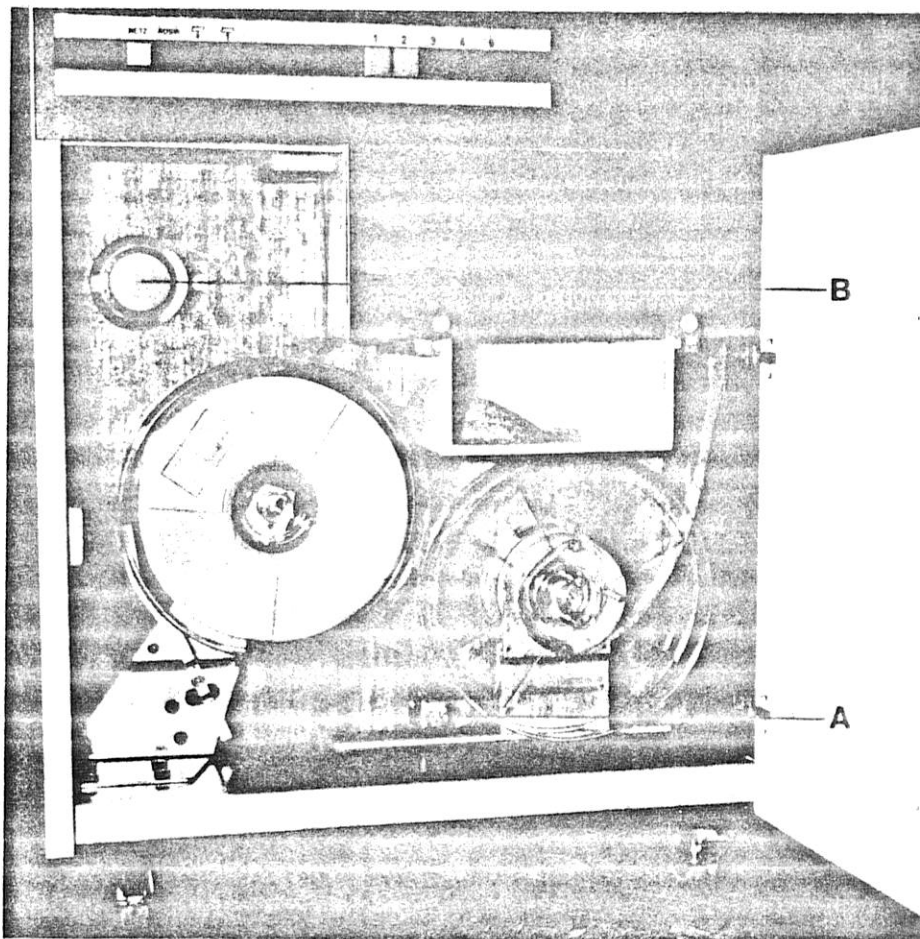

Abb. 23 Lochstreifen- (Karten-) Stanzer-Innenansicht
Innerhalb des Beistelltisches Abb. 23 sind der Kippschalter (A), mit dem der Aufspulmotor ein- ausgeschaltet wird, und der Wahlschalter (B) angeordnet.